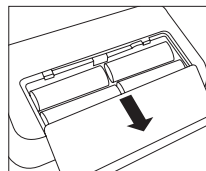

Fig. 1
- Aprire il coperchio del vano batteria posto sulla parte inferiore del dispositivo (vedi fig. 1). Inserire le batterie (vedi capitolo 13 „Dati tecnici“). Prestare attenzione alla polarità („+“ e „-“) durante l’inserimento. Richiudere il coperchio del vano batteria. Il dispositivo passa automaticamente in modalità Data / Ora e, al primo utilizzo, sul display vengono visualizzate la cifra “31” per il giorno e la cifra “12” per il mese. La data impostata è quindi il 31 dicembre. Impostare quindi la data e l’ora, come descritto di seguito.